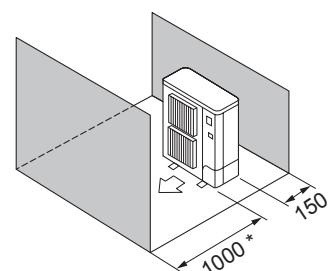

Fig. 2-11
- ⑤ Yanlızca öndeki ve arkadaki engeller (Fig. 2-11)